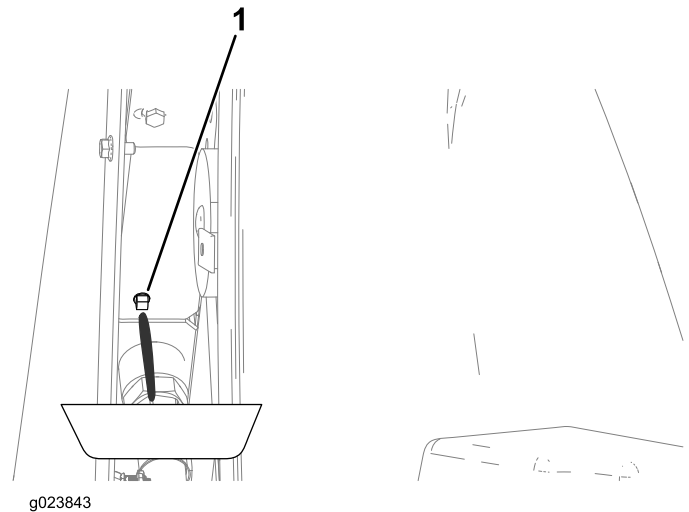

Figura 108
4. Coloque un recipiente debajo del tapón de vaciado (Figura 108).
7. Cierre el tapón de vaciado (Figura 108).
- C. Cierre el tapón de vaciado (Figura 108).
- H. Cierre el tapón de vaciado (Figura 108).